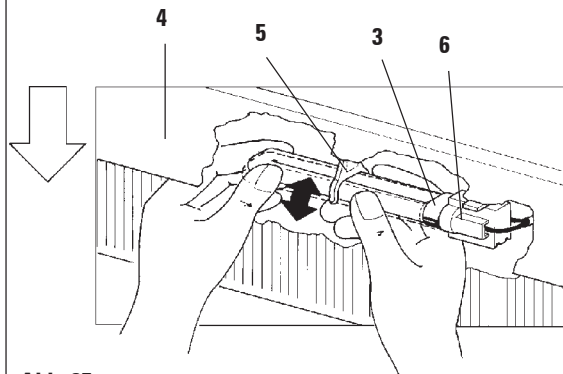

Abb. 35
- Lampe in richtiger Einbaulage (Abb. 35) nach rechts bis zum Einrasten in die Fassung drücken.
- Leuchtstab leicht nach oben in den Clip (5) drücken.